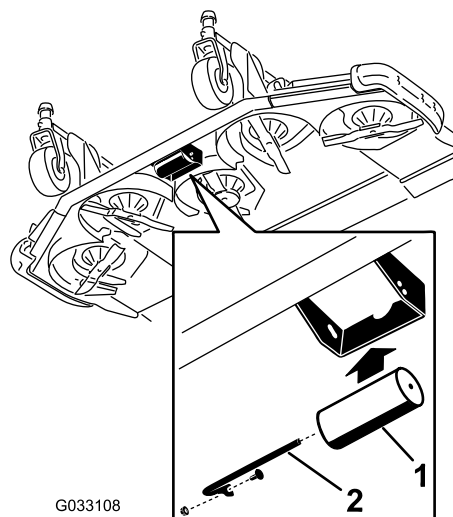

Figure 27
2. Placez le galet en face des trous supérieurs et fixez l'axe avec la vis et l'écrou (Figure 27).